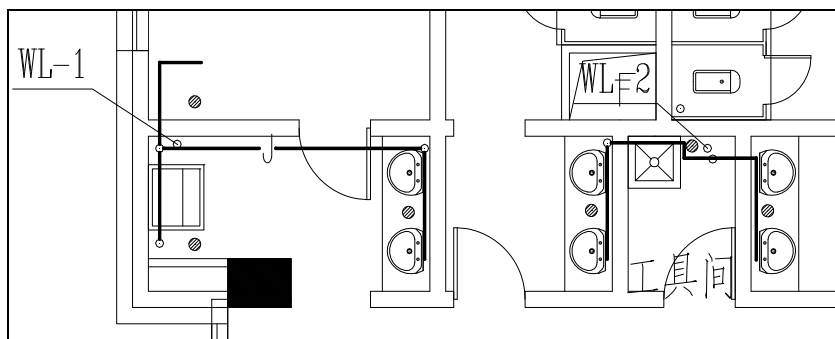

图 14-3 绘制十三至十七层给水管线
**03** 绘制给水管线。在命令行中输入 HZGX 命令，在弹出的【管线】对话框，单击“给水”按钮，在绘图区中指定管线的起点和终点，绘制洗脸盆与给水立管之间的管线连接的结果如图 14-3 所示。